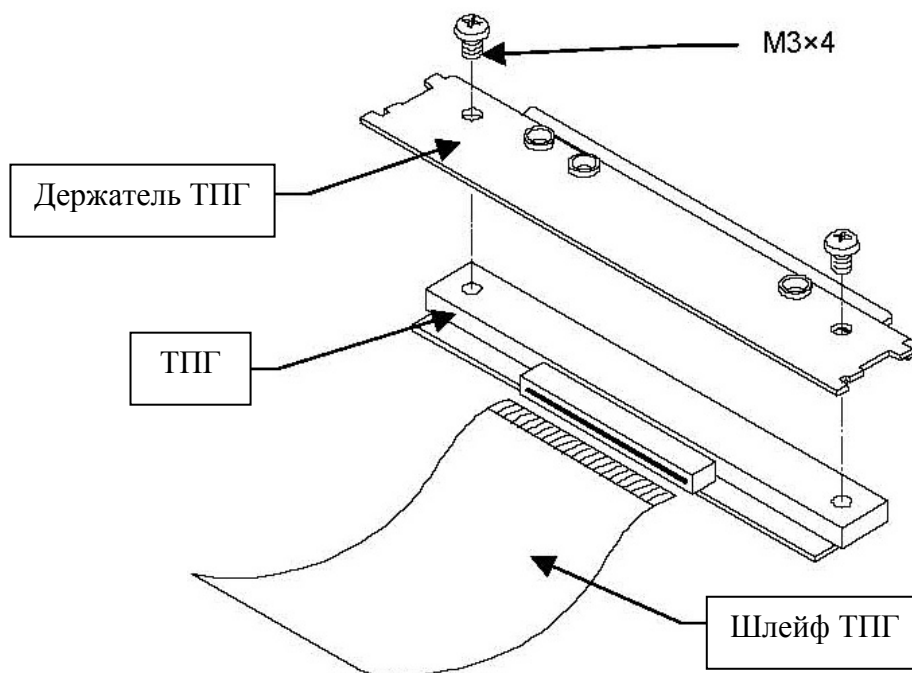

Рисунок 22 – Разборка узла ТПГ.
5. Разобрать узел ТПГ. Для этого необходимо окрутить болты М3х4, отсоединить шлейф ТПГ (см. рис. 22).